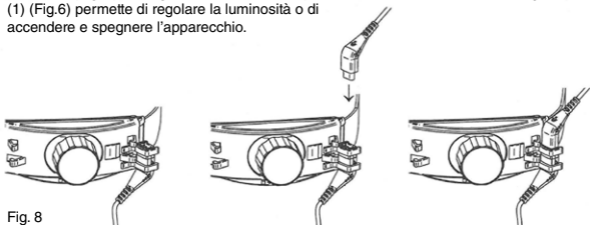

Fig. 8
Per configurare la lampada HEINE® ML4 LED con HEINE® mPack o HEINE® EN50, collegare il cavo corto proveniente dal Regolatore di Luminosità con il cavo di connessione Cinch di mPack UNPLUGGED e fissarlo nella parte posteriore del caschetto (Fig. 8). Collegare lo strumento alla presa-Cinch di mPack o EN50. Il regolatore (1) (Fig.6) permette di regolare la luminosità o di accendere e spegnere l'apparecchio.